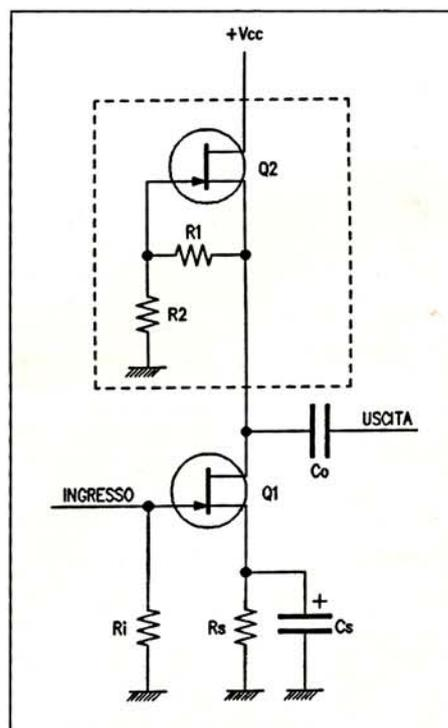
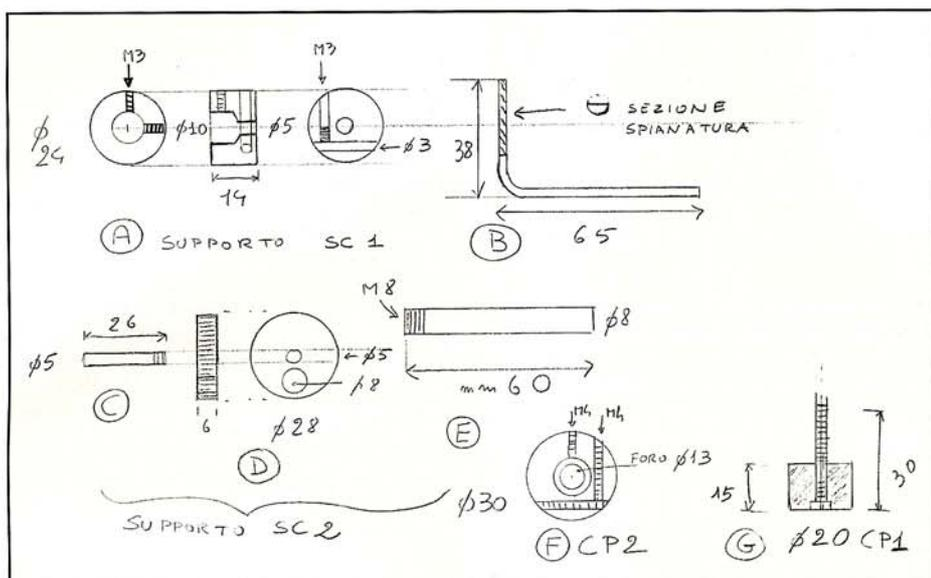
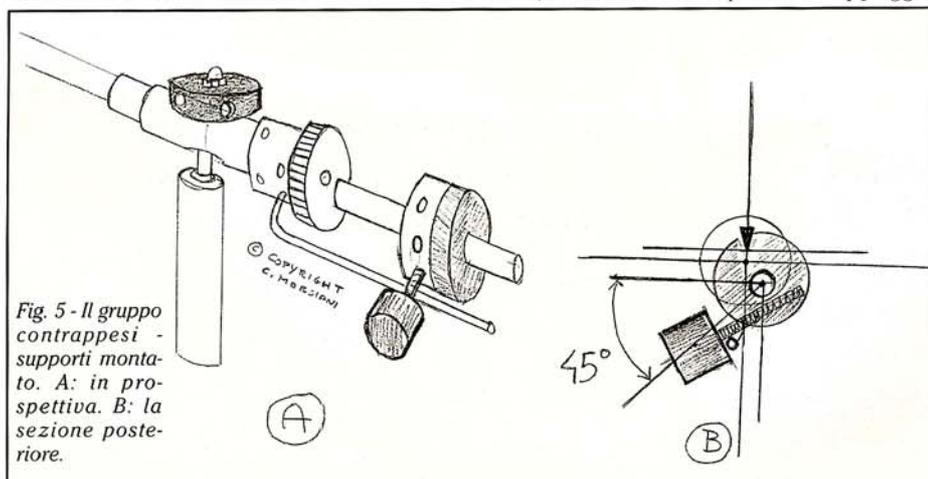

Fig. 3 - Elaborazione del circuito di Fig. 2. Nel rettangolo tratteggiato la "nuova" R_c .
Fig. 4 - I supporti SC 1 ed SC 2 ed i contrappesi CP 1 e CP 2.
Fig. 5 - Il gruppo contrappesi - supporti montato. A: in prospettiva. B: la sezione posteriore.
pure agiamo sulla resistenza di carico R_c rendendola non lineare complementariamente alla non linearità di Q1. Seguiremo questa seconda strada, che ritengo la più praticabile; si tratta quindi di trovare una "resistenza" con le caratteristiche che abbiamo appena visto; non sarà logicamente una resistenza passiva, ma un carico attivo contenente un altro JFET uguale a Q1 (deve, infatti, "conoscere" il comportamento di Q1 stesso). Il carico che cerchiamo, già inserito nel nostro circuito, è rappresentato nel rettangolo tratteggiato di Fig. 3. Il circuito complessivo, così come lo vediamo in questa figura, può essere compreso anche da un altro punto di vista, forse più immediato: il transistor Q1 comandato dal segnale di ingresso si comporta come un generatore di corrente, questa corrente, funzione non lineare della tensione in ingresso, attraversa anche Q2 (se il carico offerto da R1 e R2 non è eccessivo i due transistor si possono considerare in serie), la differenza di potenziale che si stabilisce tra il gate ed il source di Q2 viene, così, ad essere uguale alla tensione in in-
Con un guadagno di 10 siamo, mediamente, sopra al migliaio di ohm, un valore da valvolare, a mio parere un po' eccessivo. La non linearità residua di questo circuito, poi, oltre alle inevitabili differenze tra i dispositivi, è in gran parte dovuta alle diverse tensioni che si realizzano sui drain-source dei JFET, in presenza di segnale, cosicché i transistor non vengono a trovarsi nelle medesime condizioni di lavoro. Questo circuito, inoltre, non può essere caricato più di tanto. Un eventuale carico, infatti, modificherebbe il valore del "carico attivo linearizzante" incrementando la distorsione. Sia chiaro che comunque l'impedenza di ingresso di un finale "normale" non crea grandi problemi. In ogni modo credo di avere in gran parte eliminato, o perlomeno, attenuato notevolmente, i difetti di cui sopra nel circuito di Fig. 4. Il numero dei componenti attivi è salito a cinque, ma comunque il circuito si può considerare ancora un monostadio. Mi ritengo contrario alle complicazioni circuitali fini a se stesse, ma in questo caso ci volevano tutte: questo circuito oltre ad esibire prestazioni elettriche notevolmente migliori di quelle del circuito di Fig. 3, suona anche molto meglio!
source ma, in comune con questo, ha solo il basso valore dell'impedenza d'uscita. Un inseguitore ha, infatti, la caratteristica di essere fortemente reazionato: la tensione che pilota il gate-source del dispositivo attivo è la differenza netta tra la tensione d'ingresso e quella d'uscita. Nel nostro caso, invece, il punto di lavoro di Q_3 è determinato, in ogni istante, univocamente dalla corrente che lo attraversa, definita fondamentalmente da Q_1 , nonché dalla sua tensione di drain-source stabilita da Q_5 ; la tensione prelevata su R_3, R_4 , determina poi il potenziale sul gate. Non v'è quindi segno di controreazione. La funzione svolta da Q_4 e Q_5 è facile da capire, essi realizzano dei cascode con Q_1 e Q_3 . Questi componenti non sono stati inseriti, però, con questo scopo; più che per eliminare l'effetto Miller sono stati cercati per stabilizzare la tensione di drain-source dei transistor Q_1, Q_3 . Questo, come detto sopra, era uno dei difetti del circuito di Fig. 3. Rimane, però, da stabilizzare la tensione su Q_2 . Per fare ciò, come vedremo, sarà sufficiente impostare un particolare rapporto fra le resistenze R_1, R_2, R_3, R_4 . La resistenza R_2 , diversamente da quanto visto in Fig. 3 non va più a massa ma si collega al drain di Q_1 . Questo punto è però ad un potenziale fisso (stabilizzato da Q_4) e quindi dal lato dinamico non è cambiato niente. Ciò che cambia è che in questo modo la serie R_1, R_2 non con-
Fig. 4 - L'amplificatore senza controreazione, oggetto di questo articolo, nella implementazione a JFET e bipolari. Da notare che la struttura ricalca quella del circuito di Fig. 3.
Come si può verificare, anche con guadagni abbastanza sostenuti (30-40), non è difficile ottenere resistenze di uscita inferiori al centinaio di ohm e bande passanti superiori al megahertz. Riguardo alla distorsione siamo, in alcuni casi, un ordine di grandezza al di sotto di quanto esibito dal circuito di Fig. 3, sono quindi valori bassi anche per circuiti retroazionati.
tribuisce più a diversificare le correnti di drain dei JFET. Questo ci consente di assegnare a tali resistenze dei valori più bassi, a tutto vantaggio della velocità e del rumore del circuito. Il circuito di Fig. 4 ha un guadagno A_v dato dalla seguente:
da trovare il punto che la minimizza. Quindi se siete dotati di un analizzatore FFT (beati voi!), o di qualcosa di simile, oppure se avete la voglia di costruirvi una qualche razza di distorsiometro, come ha fatto il sottoscritto, inserite pure tale partitore. Altrimenti non lo inserite per niente e, alla peggio, vi ritroverete con una distorsione del 0,05%, su un canale, e dello 0,02% sull'altro. L'ingresso di questo amplificatore si può accoppiare direttamente alla sorgente mentre in uscita è indispensabile un condensatore. Riguardo alla "quantità", già 2,2 μF possono essere sufficienti, per la qualità fate un po' voi, comunque già un condensatore in poliestere o in polipropilene può andare bene. E ora una nota dolente: il condensatore di source di Q1 (C_s). Questo componente deve avere un valore molto alto per by-passare completamente la resistenza R5, consiglierei dai 220 ai 1.000 μF ; deve quindi essere un elettrolitico. Se riuscite a reperirne uno di buona qualità (un Black Gate della Rubycon sarebbe l'ideale) tanto meglio, altrimenti by-passatelo con un condensatore più veloce (tantalo, policarbonato, poliestere, polipropilene) di basso valore. Se qualcuno non sopporta l'idea di avere un condensatore elettrolitico nel proprio preamplificatore (a parte quelli dell'alimentatore) può realizzare la variante di Fig. 5, nella quale sono stati sostituiti i JFET con dei Mosfet (o degli Hexfet); lo scotto da pagare è, però, quello di dover impiegare un condensatore sull'ingresso del circuito. Sinceramente non l'ho realizzato e non so, quindi, dirvi se suoni meglio o peggio del circuito di Fig. 4. Se qualcuno, con più tempo libero del sottoscritto, vuole divertirsi, oltre a questa variante, può provare a sostituire i JFET con dei triodi, magari realizzando dei circuiti ibridi. Anche se, personalmente, per i triodi sarei portato a preferire la topologia circuitale di Fig. 3, considerata l'alta tensione di polarizzazione di questi componenti rispetto alle variazioni di tensione dovute al segnale. Come vedete le varianti, e quindi le personalizzazioni possibili, sono molte. In tutti i casi le topologie circuitali nonché le equazioni di progetto sono sostanzialmente le stesse già viste, cambiano solo le tensioni di polarizzazione. Mi sento solo di sconsigliare l'utilizzo dei triodi a chi non abbia sufficiente esperienza su questi dispositivi, poiché in tal caso si verrebbero a creare degli ulteriori problemi (oltre a quelli dati dalla pericolosità delle elevate tensioni in gioco) come quello delle alimentazioni indipendenti per i filamenti di ogni valvola.
Sul supporto del pivot (v. CHF n. 17), il primo pezzo da inserire è il supporto di riferimento (SC 1), che è composto da un cilindro di anticorodal di 24 mm di diametro e di 14 mm di lunghezza, con un foro passante a due diametri: di 10 mm per l'inserimento nel supporto del pivot (SP) e di 5 mm per il passaggio del perno del supporto (SC 2) del contrappeso grande (Fig. 4A). SC 1 viene bloccato nella posizione desiderata, rispetto alla sede sul supporto del pivot, mediante due viti senza testa M3 x 6 a punta piatta. Nel foro trasversale di 3 mm di diametro viene inserito un tondino di inox 303 di 3 mm di diametro piegato "ad elle" con una raggiatura di 10 mm nella curva; lo sviluppo lineare (Fig. 4B) è di 100 mm. Dal lato corto della piegatura va spianato da un lato in modo che, quando è inserito in sede, la vite senza testa M3 x 6 che lo blocca ne determini anche il parallelismo con il supporto SC 2 (Fig. 4). Questo è composto da tre pezzi: il perno di mm 5 x 26 di ottone, con filettatura M5 ad una estremità (Fig. 4C), il disco di anticorodal di 28 mm di diametro, spessore 6 mm con godronatura, al centro filettatura passante M5 per il perno (Fig. 4D).
Completato il contrappeso grande CP 2, si avvita il contrappeso piccolo CP 1 nella filettatura predisposta su CP 2; poi lo si inserisce nel supporto SC 2. In Fig. 5 si vede il gruppo posteriore montato.